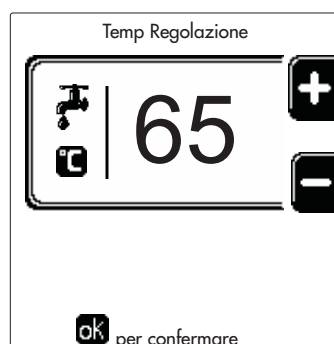

fig. 15
- **ON.** In caso di richiesta Riscaldamento/Sanitario, la caldaia lavora alla Temperatura di Regolazione Riscaldamento/Sanitario (fig. 13/fig. 15) impostata.
- **🔧.** In caso di richiesta Riscaldamento/Sanitario, la caldaia lavora alla Temperatura di Regolazione Ridotta. La temperatura Ridotta si ottiene sottraendo il valore della Temperatura Regolazione Riduzione (fig. 14/fig. 16) alla Temperatura di Regolazione Riscaldamento/Sanitario (fig. 13/fig. 15) impostata.